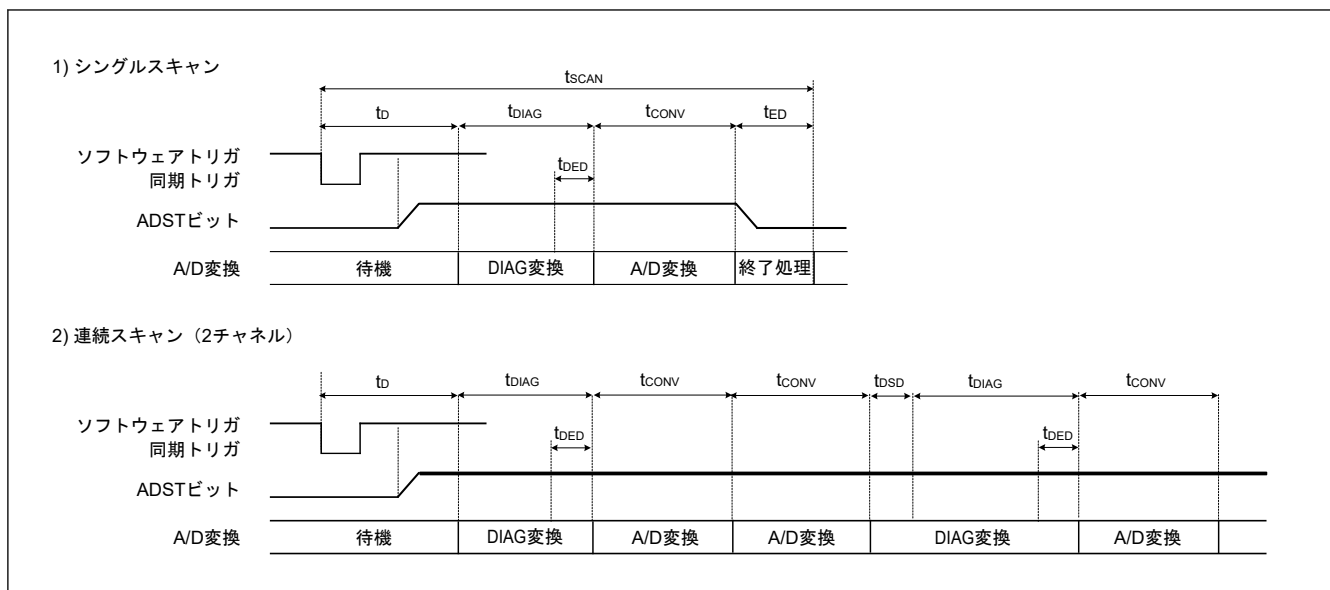
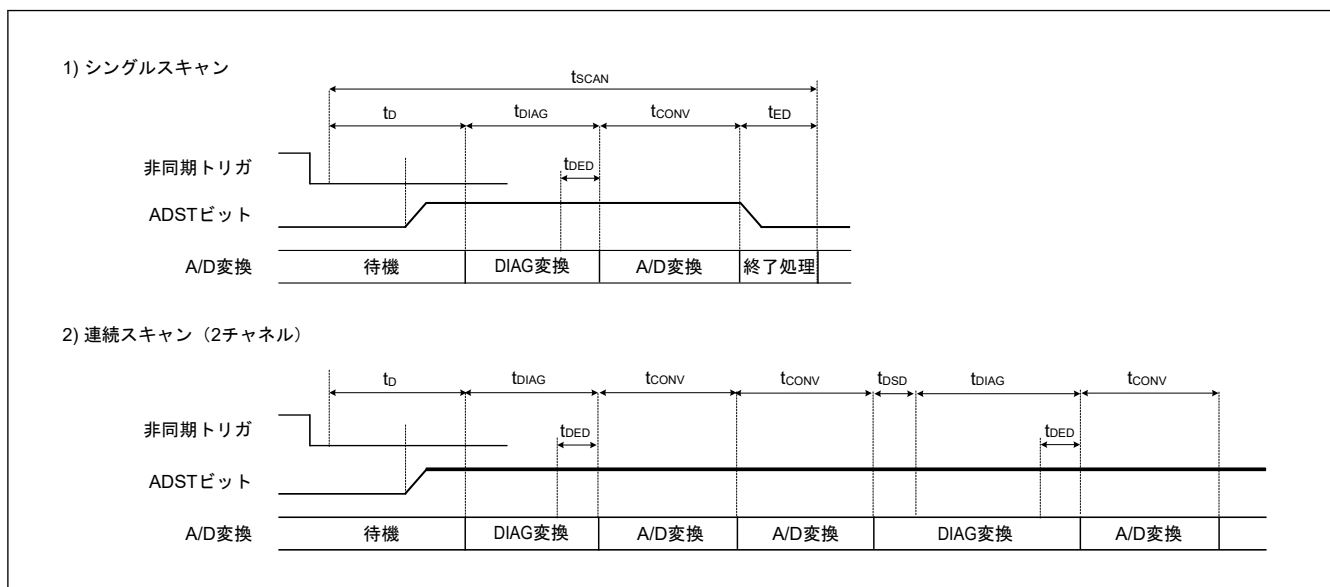

図 28.25 スキャン変換のタイミング (ソフトウェア起動または同期トリガ入力 (ELC) 起動の場合)
図 28.26 スキャン変換のタイミング (非同期トリガ入力 (ADTRG0) 起動の場合)
図 28.25 に、ソフトウェアトリガまたは同期トリガ (ELC) 起動によりスキャン変換を行う場合のタイミングを示します。また、図 28.26 に、非同期トリガ (ADTRG0) 起動によるスキャン変換を行う場合のタイミングを示します。スキャン変換時間 (t_{SCAN}) はスキャン変換開始遅延時間 (t_D)、断線検出アシスト処理時間 (t_{DIS})^(注1)、自己診断変換時間 (t_{DIAG} および t_{DSD})^(注2)、A/D 変換処理時間 (t_{CONV})、スキャン変換終了遅延時間 (t_{ED}) を含めた時間となります。
- 注 1. t_D、t_{DIAG}、t_{CONV}、および t_{ED} の各タイミングについては、図 28.25 および 図 28.26 を参照してください。